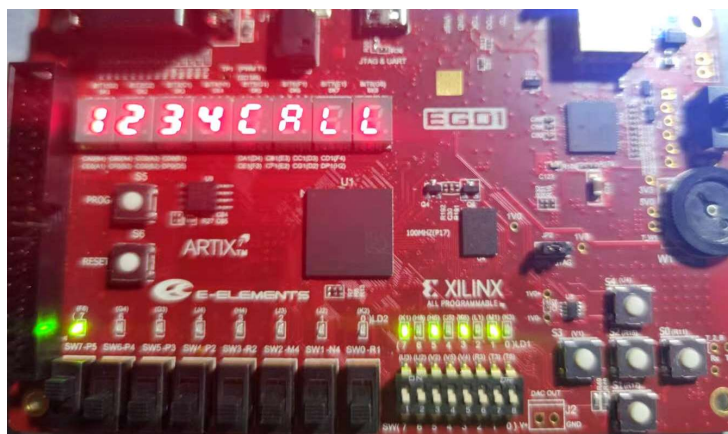

图 8 修改密码状态
- 调节按钮 SW7 (左下角按钮上拉，相应 LED 点亮，流水灯切换为间隔亮灯)，此时调节每位密码数值设置锁的密码，如图 8 所示设为 1234。